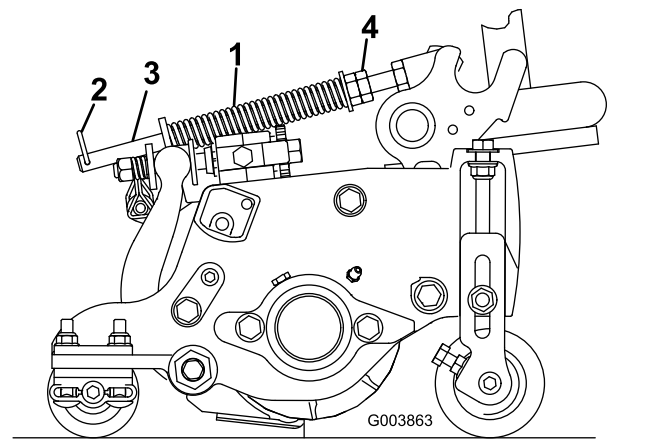

**Figure 17**
6. Répétez la procédure pour les 4 autres plaques de fixation, comme montré de la Figure 14 à la Figure 17.